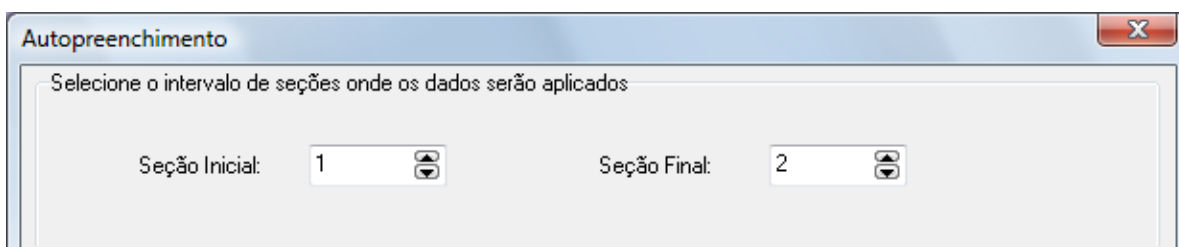

Figura 8.3.5
2. **Modo Direto:** No topo das janelas dos recursos Cabeçalho, Referência, Numerador e Replicar Linha das Etiquetas, deve ser selecionado o intervalo de seções em que o processo será aplicado (figura 8.3.5);